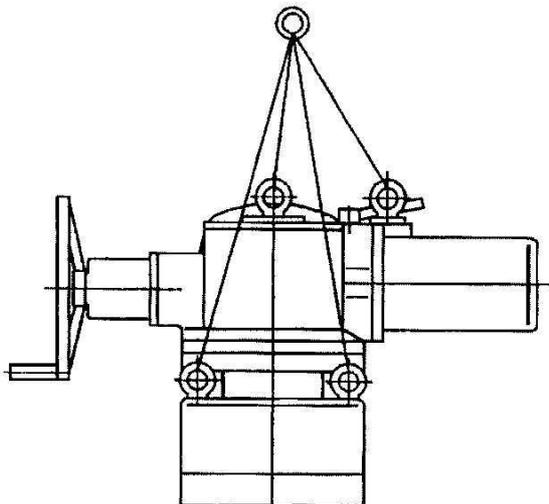

图 15 ZC350~1000BZ 起吊示意
4. 起吊 ZC350-1000BZ 型阀门电动装置时, 按图 15 所示操作。
To lift Type ZC350-1000BZ electric valve actuator, operate as shown in the Figure 15.